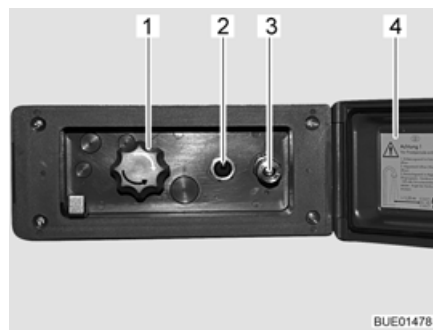

Bild 106 Duschanschluss außen
- Deckel (Bild 106,4) entriegeln und öffnen.
- Schlauch der Außendusche am Schnellverschluss (Bild 106,3) anschließen.
- Wasserpumpe mit Schalter (Bild 106,2) einschalten.
- Wassertemperatur mit Drehknopf (Bild 106,1) nach Wunsch einstellen.
- Wasserpumpe mit Schalter (Bild 106,2) ausschalten.
- Deckel (Bild 106,4) schließen und mit Schlüssel verriegeln.
- Drehknopf (Bild 106,1) auf Mittelstellung stellen.